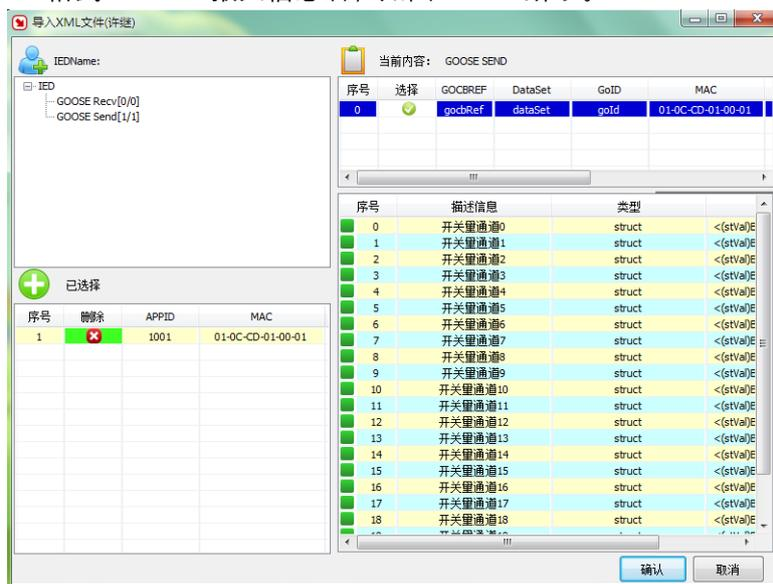

图 6-2-19 NPI 格式 GOOSE 报文信息
2) 导入 NPI 格式 GOOSE 报文信息后, 如图 6-2-19 所示。